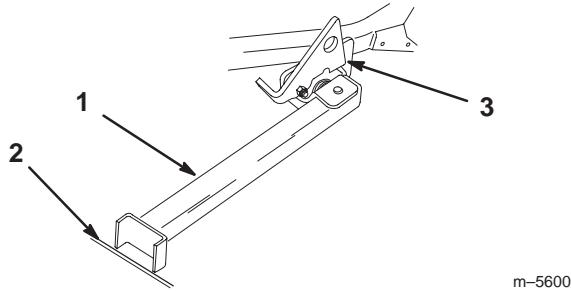

Figure 31
4. Posez le pied du support sur le sol et appuyez le verrou sur la languette de pivot (Fig. 31).
6. Montez la machine sur le support. Arrêtez-vous quand le verrou retombe sur la languette en position verrouillée (Fig. 31). Une fois la machine sur le support, serrez le frein de stationnement et coupez le moteur.